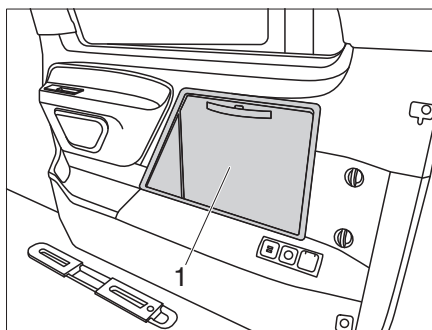
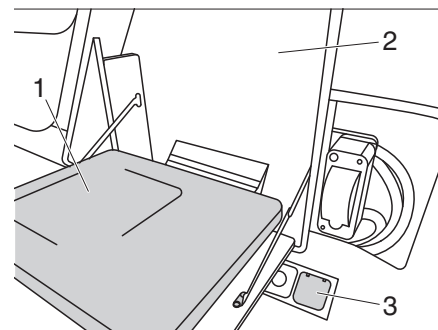

Fig. 27 Sportello di accesso
Fig. 28 Alimentazione elettrica del campo di cottura ad induzione
Il campo di cottura ad induzione del VANSTAR si trova sotto il relativo sportello di accesso (Fig. 27,1) sul lato destro del veicolo.
- Aprire lo sportello di accesso al campo di cottura ad induzione (Fig. 27,1) e ribaltarlo verso il basso (Fig. 28).
- Inserire la spina di rete del campo di cottura ad induzione (Fig. 28,1) nella presa (Fig. 28,3).
- Montaggio della protezione antispruzzo (Fig. 28,2).